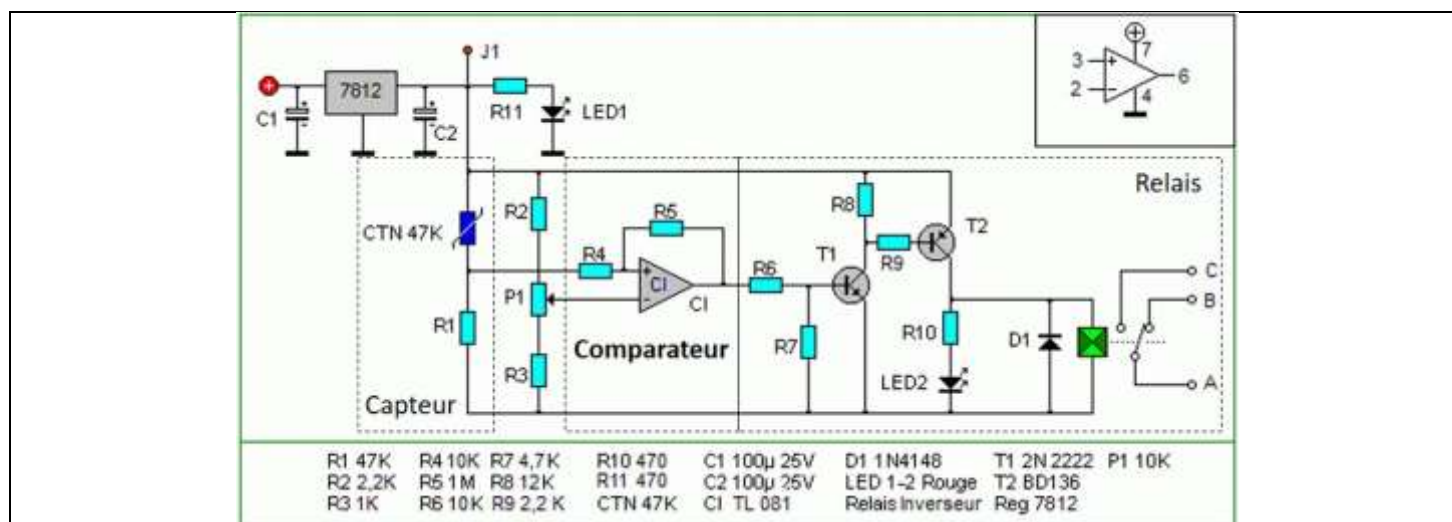
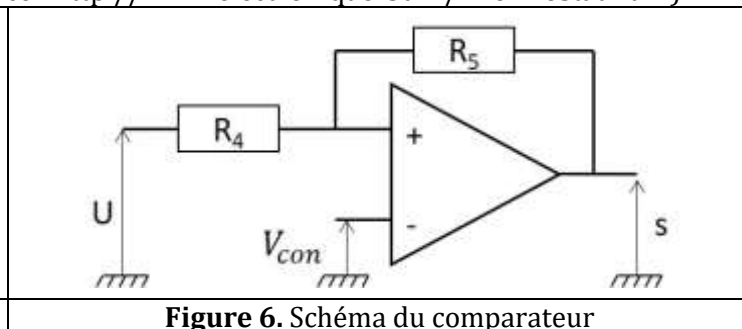

Figure 4. Schéma électrique d'un thermostat (source : <http://www.electronique-3d.fr/Thermostat.html>)
Figure 6. Schéma du comparateur
Le thermostat d'un réfrigérateur permet de régler la température du compartiment à réfrigérer. A partir d'une valeur de consigne en température T_{con} donnée, il indique via un relais au compresseur s'il doit se mettre en marche ou pas. Pour éviter de solliciter trop fréquemment le compresseur, celui-ci ne doit se mettre en marche que si la température mesurée dépasse un certain seuil, noté T_+ . Il fonctionnera jusqu'à ce que la température mesurée descende en dessous d'un autre seuil, noté T_- . On a ainsi : $T_- < T_{con} < T_+$. Un exemple de montage électrique réalisant cette fonction est donné sur la **Figure 4**.
40. En imaginant que le montage potentiométrique est alimenté en $V_{J1} = 12\text{ V}$ (potentiel au point J1 sur la **Figure 4**), exprimer la tension U en fonction de V_{J1} , $R = R_1$ et R_{CTN} , la résistance de la CTN. Relier alors la tension U à la température mesurée T_{mes} . On précisera le signe de α .
La température de consigne T_{con} est ajustée à l'aide du potentiomètre $P1$. On obtient alors sur l'entrée inverseuse du composant CI une tension V_{con} qui lui est proportionnelle. On étudie alors le circuit comparateur de la **Figure 4**, simplifié sur la **Figure 6**.
41. Comment appelle-t-on le composant CI (**Figure 4**) ?
45. En fonction des données en **Figure 4**, retrouver les valeurs de U_0 et β pour que $T_- = 4^\circ\text{C}$ et $T_+ = 6^\circ\text{C}$. On supposera de plus que $V_{sat} = 10\text{ V}$ et $V_{con} = 5\text{ V}$.